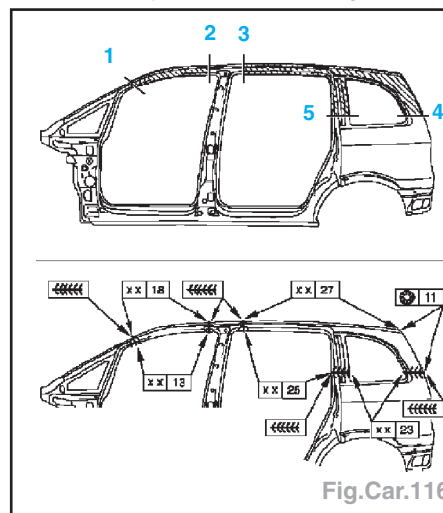

Fig.Car.116
- Découpes et types de soudures (Fig.Car.116).